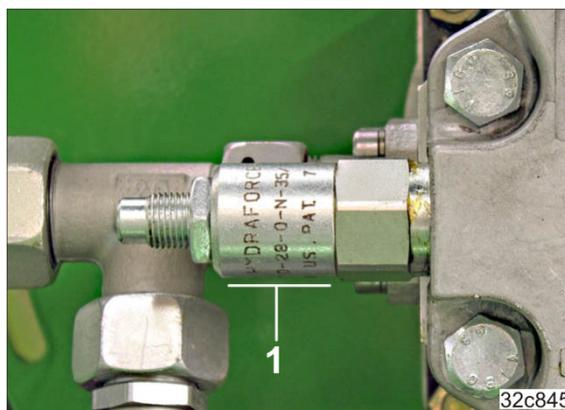

Fig. 168
- 2.1 Limiteur de pression avec contour extérieur rond (Fig. 168/1)